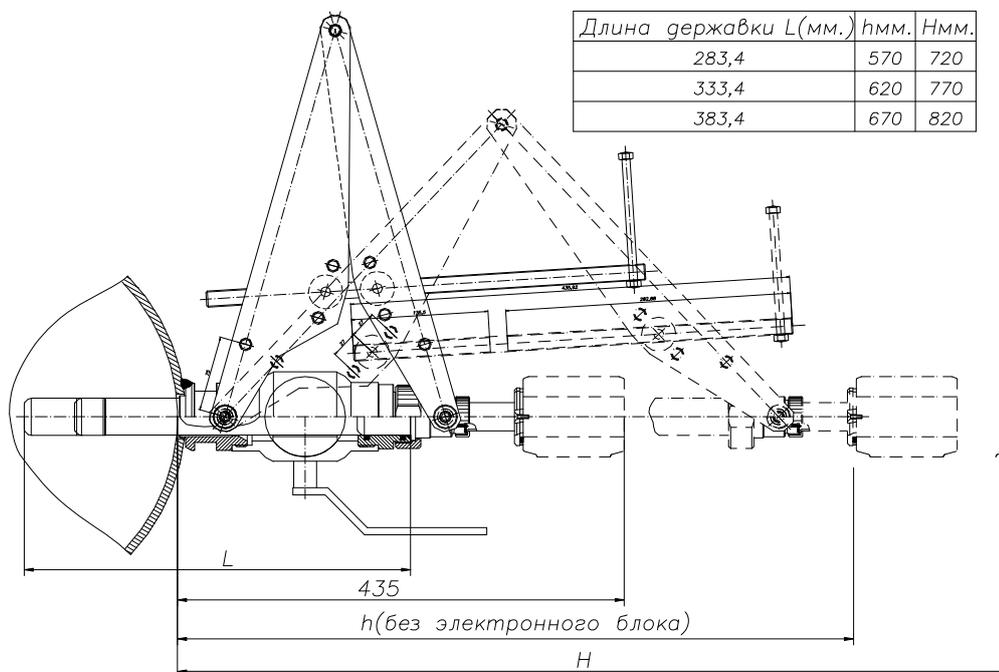

Рисунок 7 — Габариты и установочные размеры преобразователей скорости ПС
- глубина погружения ДС задается высотой шлюза (расстоянием от верхнего торца шлюза до внешней образующей трубы), толщиной стенки трубы в месте установки ДС и длиной  $L$  державки ДС (рисунок 7);